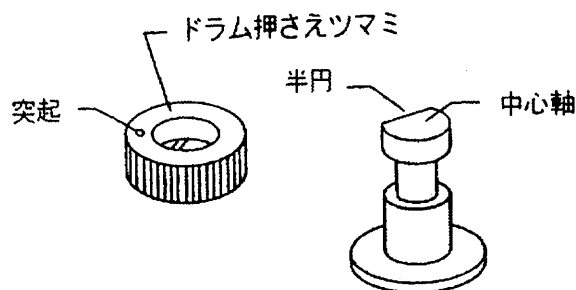

図6-1 円筒ドラムの脱着
6. 1 円筒ドラムの脱着（図6-1）
- ① 「開閉ツマミ」のロックを慎重に外して前面ケースを手前に開けます。
- ② ペン寄せ棒を手前に引き円筒ドラムからペンを離します。
- ③ 「ドラム押さえツマミ」の突起を中心軸の半円に合わせ、ツマミを上を持ち上げて外します。
- ④ 円筒ドラムを中心軸に沿って上方にゆっくり抜きます。